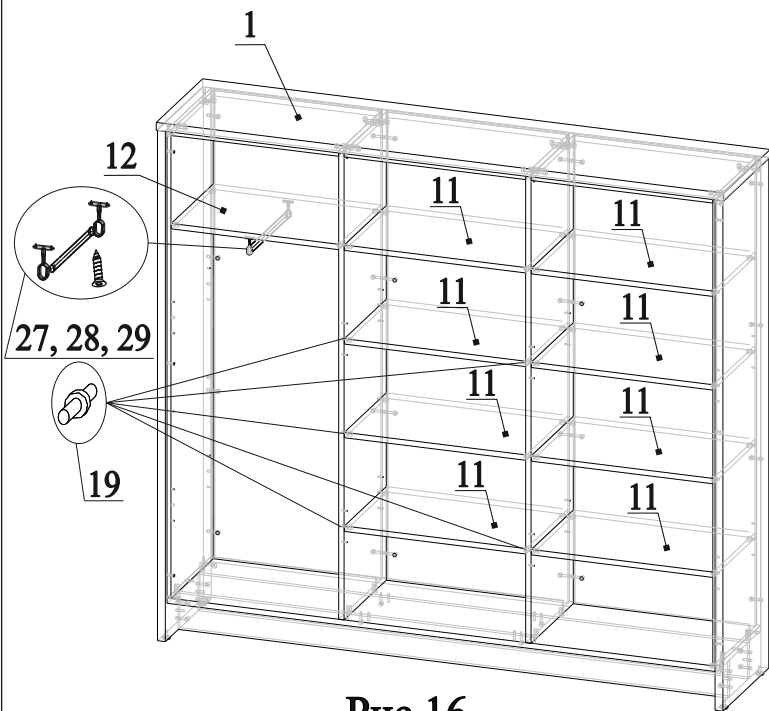

Рис.16
28. Соединить деталь 1 с деталями 2, 3 и 6, затянуть эксцентрики по часовой стрелки до упора (рис.16);
30. Вставить полкодержатели 19 в отверстия на деталях 4, 5 и 6 на нужной высоте (рис.16);
31. Прикрутить вешалку штангу 28 к детали 12 с помощью штангодержателей 27 и шурупов 29 (рис.16);
32. Установить детали 11 и 12 в каркасе стеллажа (рис.16 и 17);